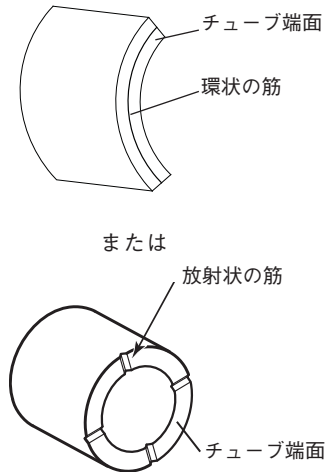

図5：チューブ端面の環状／放射状の筋
11. チューブ端面に環状／放射状の筋が入っているかを確認します（図5参照）。この筋は、チューブが適切にMHSUに装着されていたことを示します。端面処理の状態にもよりますが、筋がはっきりと見えない場合は、そのアセンブリを使用することはできません。